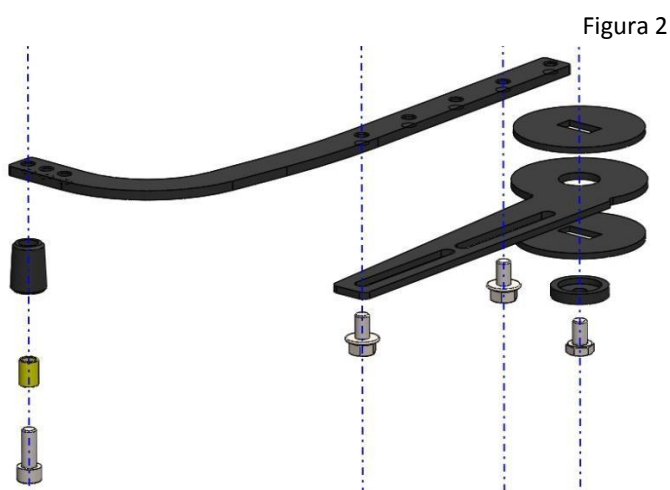

Figura 2
4.5 Assemblare i bracci di movimentazione anta (come indicato in figura 2), e fissarli ai motoriduttori e alla guida di scorrimento.